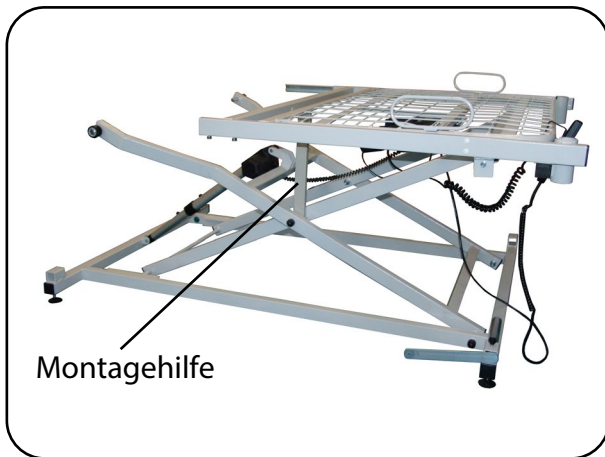
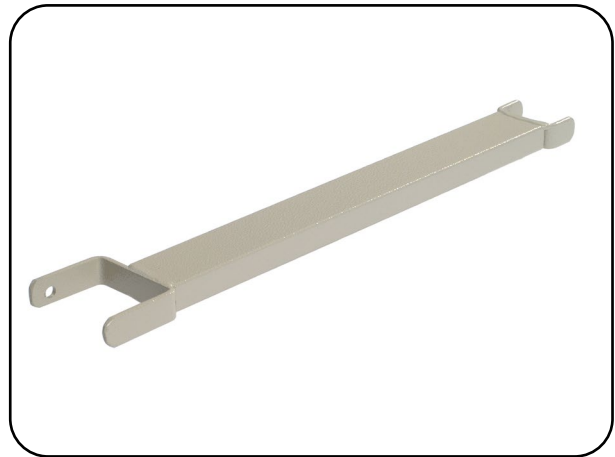

Abb. 6.1.03 – Kopfauflage aufgesetzt
Abb. 6.1.04 – Montagehilfe
6. Setzen Sie die Kopfauflage mit den Aufnahmeschalen auf die seitlichen Rundrohre des Scherenhubs auf (Abb. 6.1.03). Zur besseren Montage stellen Sie die Montagehilfe (mit der großen Gabelöffnung nach unten) mittig zwischen die Querrohre von Scherenhub und Kopfauflage (Abb. 6.1.03 und Abb. 6.1.04). Die Kopfauflage liegt nun waagrecht. Alternativ kann eine zweite Person die Kopfauflage waagrecht halten.